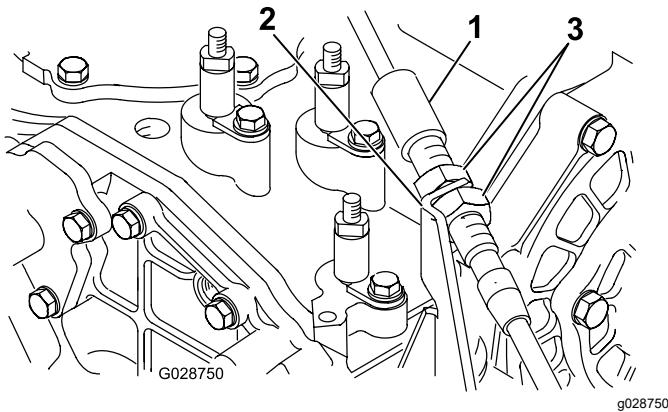

Figura 14
5. Inserte el otro extremo del cable de la palanca de la TDF a través de la abertura en el lateral derecho de la consola y del soporte del cable en la parte trasera de la consola (Figura 14).